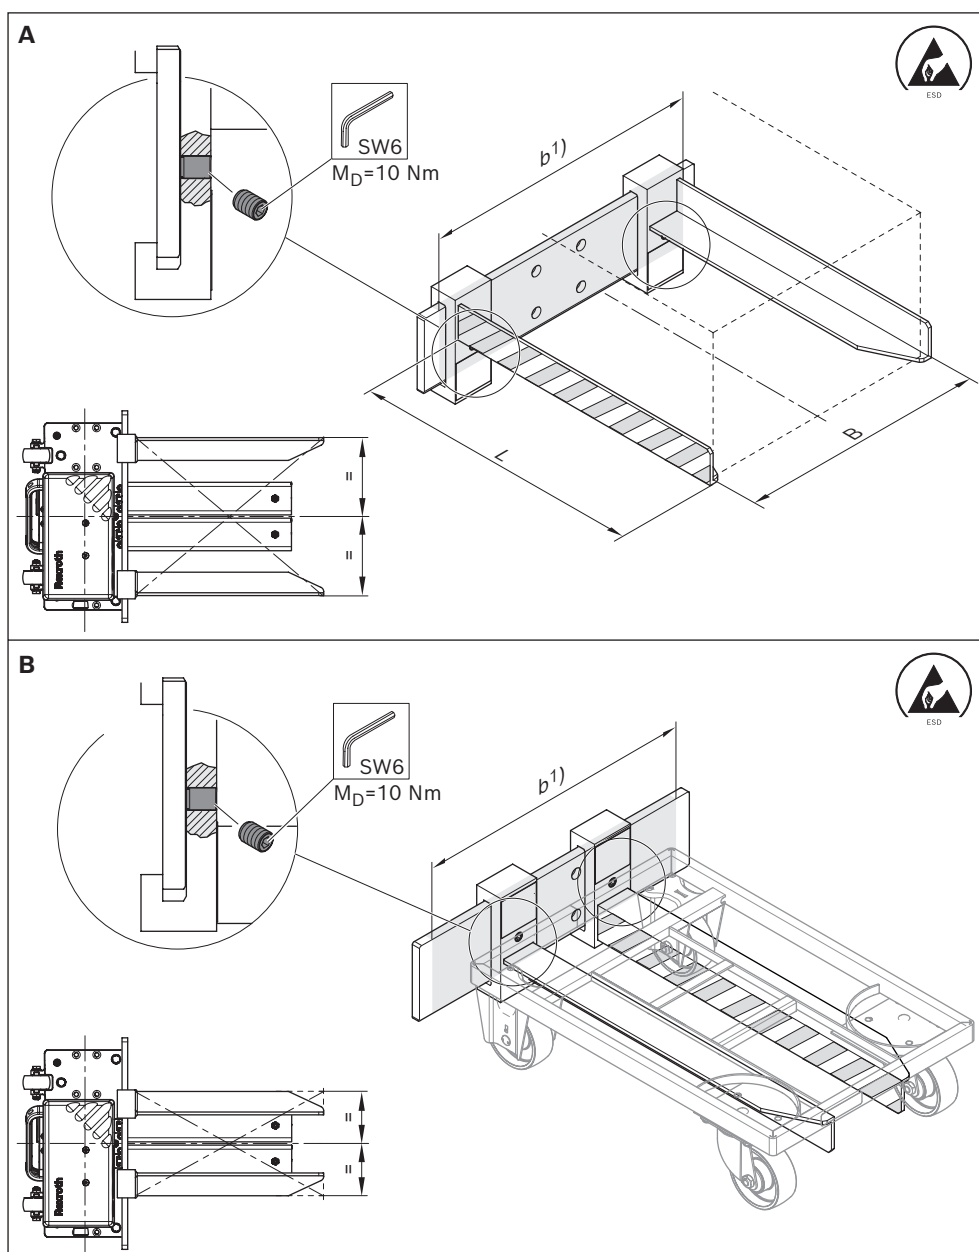

Abb. 26: Gabeln einstellen
2. Stellen Sie die montierten Gabeln auf die Breite der Kiste oder des Bodenrollers ein (siehe Abb. 26).
- ▶ Prüfen Sie das montierte Hebezubehör vor jeder Inbetriebnahme auf festen Sitz und korrekte Position (siehe Abb. 26).
- ▶ Prüfen Sie das montierte Hebezubehör vor jedem Inbetriebnehmen auf festen Sitz und korrekte Position (siehe Abb. 26).